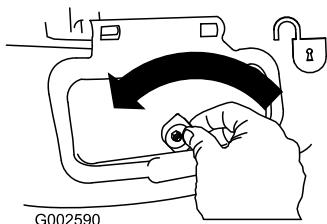

Figura 25
- Desbloquee la puerta de descarga lateral (Figura 25).